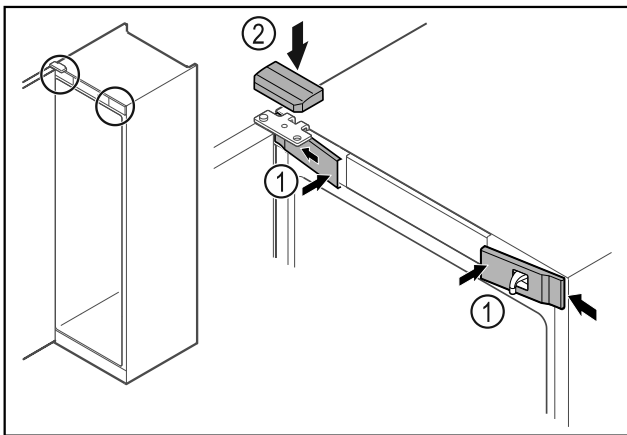

Fig. 43
- ▶ Zaháknite predné kryty Fig. 43 (1) naboku a zaistite ich.
- ▶ Zaistite horný kryt Fig. 43 (2) zhora.